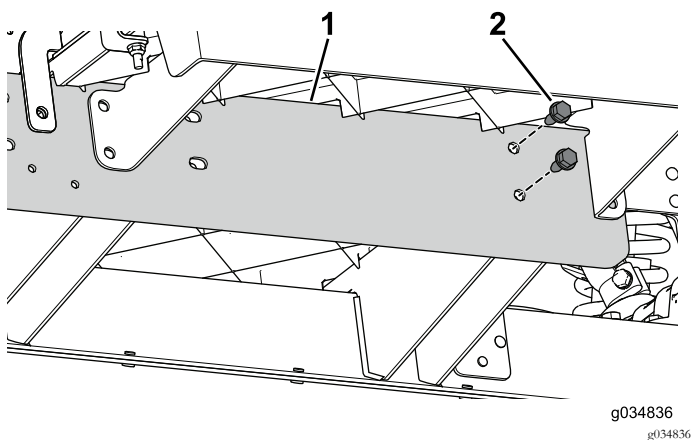

Figura 72
3. Utilice los 2 pernos (5/16" x 3/4") para sujetar provisionalmente la extensión del perfil central a la sección delantera de la máquina (Figura 72).